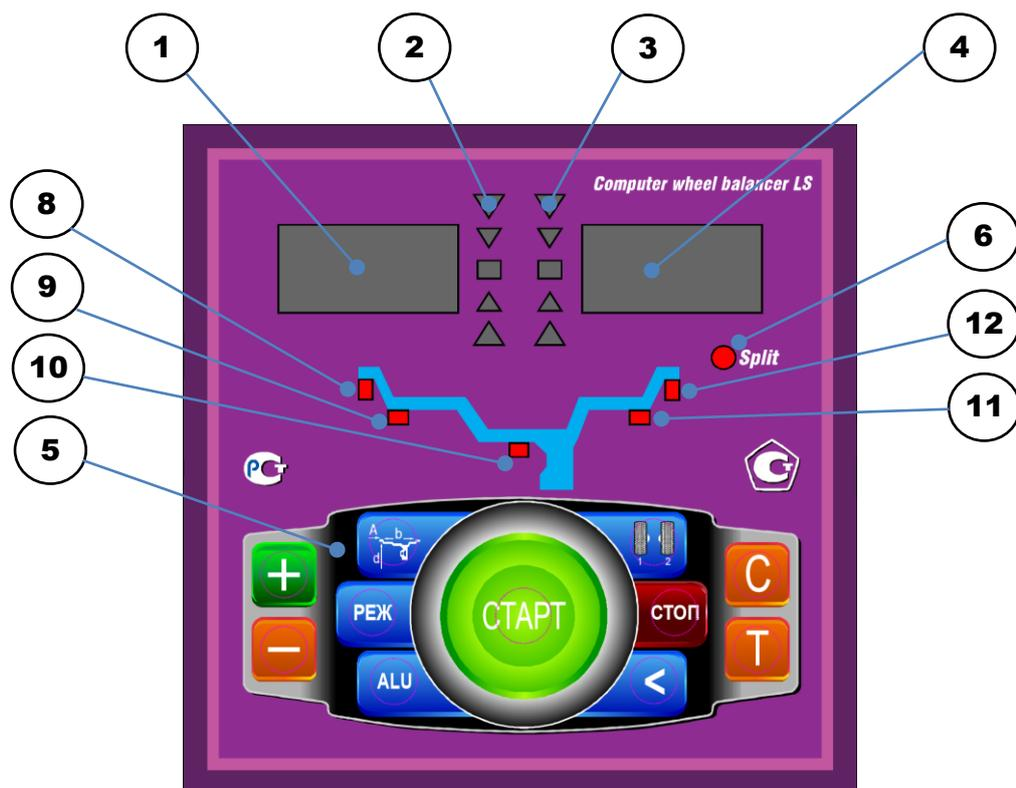

рис.8.1.
8.1. Общий вид лицевой панели показан на рис. 8.1.
При выдвигении штанги на индикаторах 1 (рис. 8.1) отображается значение параметра "А". Значение параметра "d" отображается на индикаторах 4.
Для ввода ширины нажмите кнопку "+" или "-" на индикаторах 1(рис.8.1) высветится "-b-", а на индикаторах 4 значение ширины диска. Через 2-3 сек после установки ширины индикаторы в режим отображения текущего дисбаланса.
Дважды нажать кнопку "A, d, b", после чего на индикаторах 1 (рис.8.1) загорается символ "А", а на индикаторах 4 исходная величина дистанции. Нажимая кнопки "-" и "+" установить на индикаторах 4 требуемую величину дистанции. Через 2-3 сек после установки дистанции показания на индикаторах 1 и 4 возвращаются к отображению текущего дисбаланса, а кнопки "-" и "+" возвращаются в режим ввода ширины обода.
11.1.Переключение схем ALU1-ALU5 осуществляется последовательным нажатием кнопки "ALU" при этом схема установки грузов отображается загоранием соответствующих светодиодов 8-12 (рис.8.1), кроме того, на индикаторах 1 отображаются символы ALU, а на индикаторах 4 номер 1-5. Через 2-3 сек. после установки требуемой программы ALU индикаторы 1-4 переходят в режим отображения дисбаланса.
12.3.Для входа в программу Split нажмите кнопку РЕЖ , после чего загорается светодиод 6 (рис.8.1) и на индикаторах 1 загораются символы "SPn", означающие, что необходимо ввести число спиц обода колеса, подлежащего балансировке. При этом на индикаторах 4 загорается цифра 5. Если число спиц колеса отличается от 5, кнопками "-" и "+" установить на индикаторах 4 фактическое число спиц колеса.
12.4. Запустите СБ. После останова вала установите любую спицу обода колеса вертикально вверх (на 12 часов) и нажмите кнопку С. После чего, на индикаторе 1 и линейке 2 (рис.8.1) будут указаны величина и место установки корректирующего груза на внутренней плоскости.
Эта функция обеспечивается тем, что каждый раз при вводе новых геометрических параметров и установке требуемой программы ALU, предыдущее состояние запоминается. Для перехода от одного набора параметров к другому необходимо нажать кнопку "1-2". Визуальный контроль того, какие параметры установлены в данный момент, осуществляется нажатием "A,d,b" на индикаторах 4 (рис.8.1) будут последовательно отображены, установленные в данный момент диаметр и ширина обода и дистанция.
14.1. При включении тумблера питания СБ на индикаторах 1 (рис. 8.1) высвечивается трёхзначное число -номер версии программного обеспечения. Через 2-3 сек на индикаторах 1 и 4 должны загореться нули, кроме того должны загореться светодиоды 8 и 12, что свидетельствует о включении режима стандартной балансировки с установкой на обеих плоскостях коррекции грузиков на пружинках. На линейках 2 и 3 (рис. 8.1) должны загореться центральные светодиоды.
14.2. При включении СБ программа измерения дисбаланса настраивается таким образом, что дисбаланс менее 8 г (заводская установка) на любой плоскости коррекции не показывается, в этом случае на индикаторах 1 и 4 (рис. 8.1) высвечиваются "0". Минимальный дисбаланс отображающийся на индикаторах 1 и 4 равен 8г. Дисбаланс, превышающий 8г, округляется до величины кратной 5, т. е. дисбаланс 9, 10, 11 и 12 г отображается цифрой 10, дисбаланс 13, 14, 15, 16 и 17 г - цифрой 15 и т. д. Для просмотра неокруглённого значения дисбаланса или дисбаланса менее 8г. необходимо нажать кнопку "<", при этом на индикаторах 1 и 4 на 2-3 сек высвечиваются фактические значения дисбаланса, определённые в данном запуске.
14.5.1. Поднимите защитный кожух. Вручную поворачивайте колесо, при этом свечение светодиодов на линейках 2 и 3 (рис. 8.1.) будет перемещаться, и в какой-то момент на одной из линеек загорятся все светодиоды и цвет их свечения сменится на зелёный.